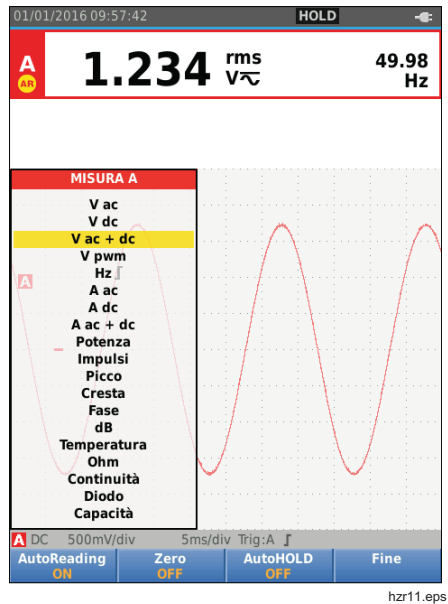

Figura 10. Funzione AutoReading
2. Premere  per aprire il menu MISURA. Vedere la Figura 10.